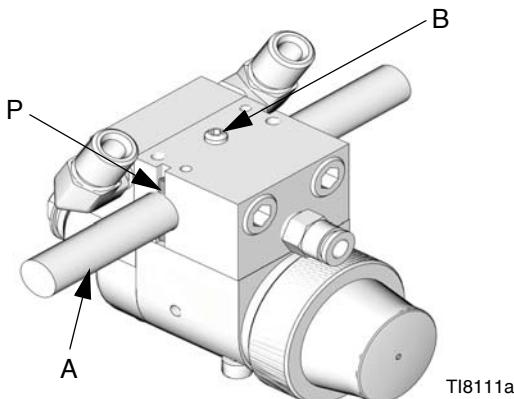

Рис. 3: Монтаж ползуна
1. Вставьте монтажный стержень (A) в отверстие коллектора, как показано на Рис. 3.